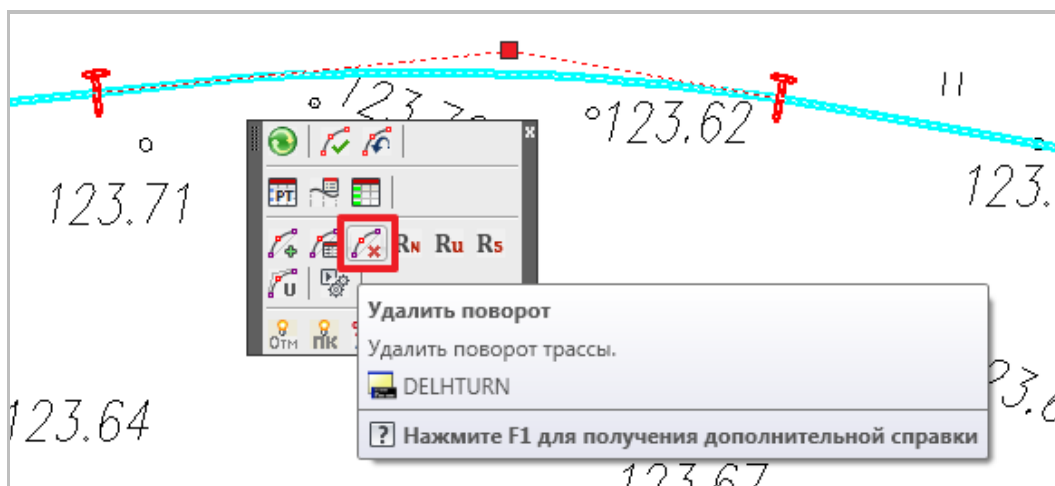

Рис. 32 Команда удаления поворота трассы доступна на панели инструментов, в меню *Трасса* и в *Навигаторе объектов*
- вызвать команду *Удалить поворот* (меню *Трасса/Повороты* или на панели инструментов) (см. рис. 32).